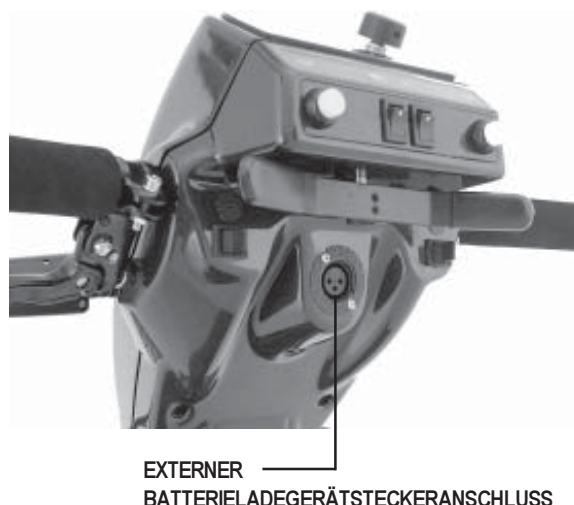

Abb. 11. Externer Batterieladegerätsteckeranschluss
4. Schließen Sie das externe Batterieladegerät an den externen Ladegerätsteckeranschluss und an die Steckdose. Siehe Abb. 11.